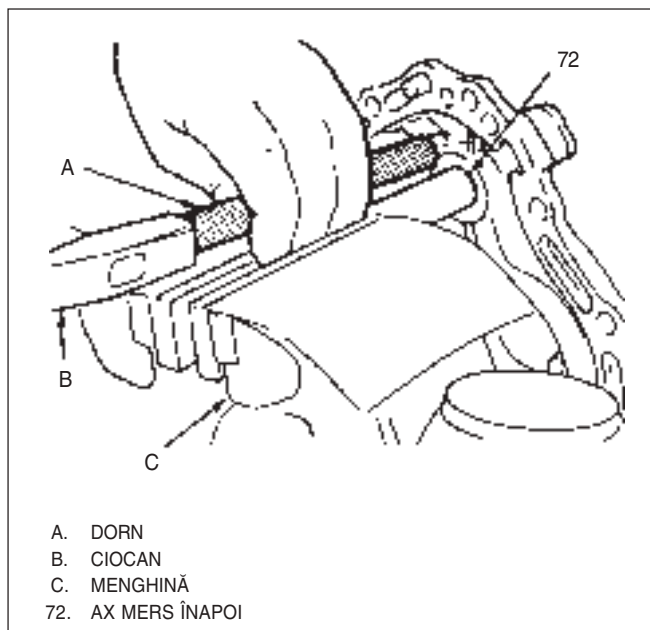
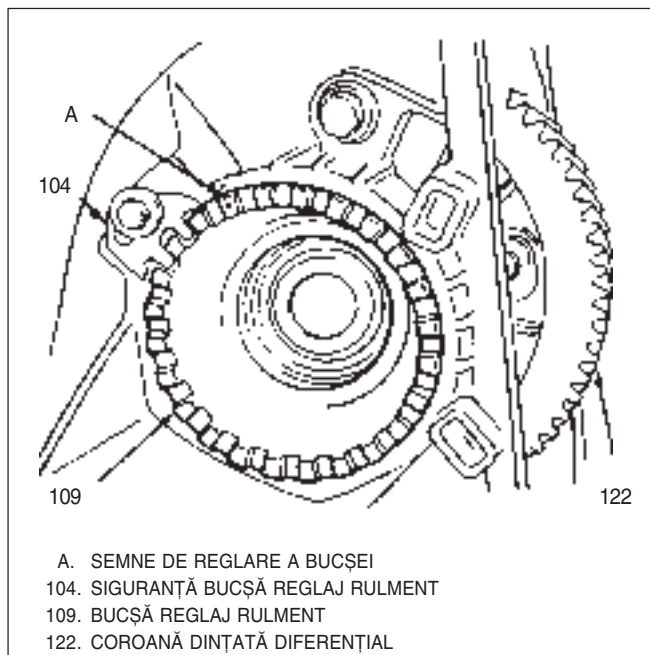

Fig. 30 Demontare ax de mers înapoi
Fig. 32 Marcare bucșă reglaj rulment
- 21) Arbore secundar(83), arbore primar(70), pinion de mers înapoi(73), furca(20) axul furcii(21) a treptelor 1 și 2 din placa portlagăre.
- 22) Se strânge arborele de mers înapoi(72) între fălcile unei menghine(protejându-l), Fig 30.
- Se bate cu grijă placa portlagăre(36) cu un ciocan de cauciuc pentru a separa arborele de placă.
- 23) Se demontează cele cinci șuruburi de fixare a bucșei rulmentului diferențial dreapta(126) de carcasă.
- Șuruburi(113) și capac(112).
- Se marchează bucșa de reglare a rulmentului(109) și carcasa (vezi Fig 32).
- Șurub(106) și siguranță(104).